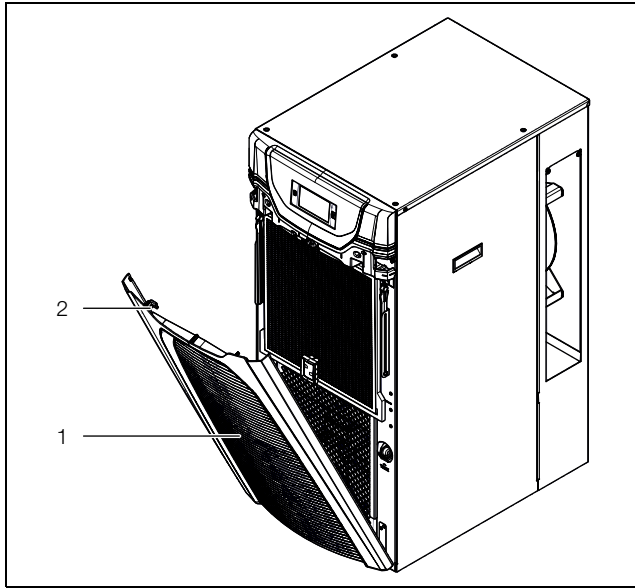

Imagen 18: Abertura de la rejilla 3334400
- Tire hacia delante la rejilla por debajo del embellecedor (imagen 18, pos. 1).